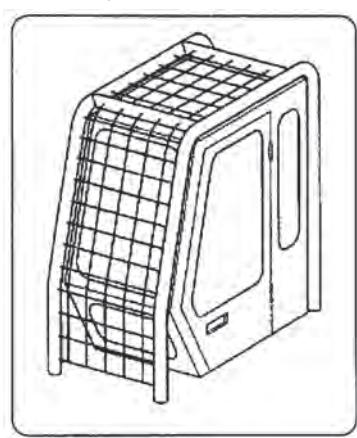

Рис. 2.2.1
• При проведении работ на высоте материалы или гидроножницы могут упасть. Следует удостовериться, что машина, на которой установлено гидроножницы, оборудована необходимой защитой, а кабина оснащена защитой от падающих предметов (Рис. 2.2.1).